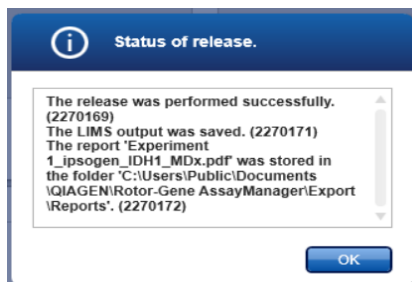

Figura 20. Cuadro de diálogo «Status of release».
19. Aparecerá el cuadro de diálogo «Status of release» (Estado de la publicación). Haga clic en **OK** para aceptar (Figura 20).